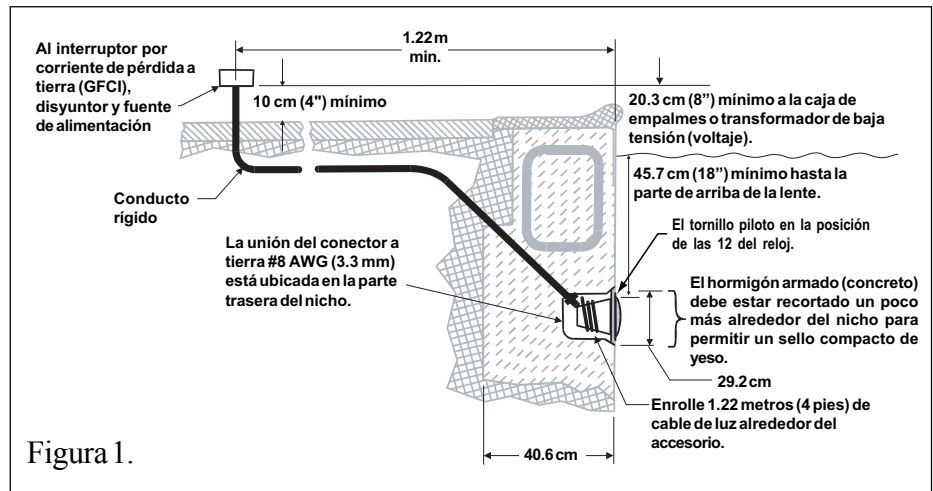

Figura 1.
A. Los siguientes pasos de preparación tienen que haberse completado por el electricista antes de instalar el accesorio para lámpara. (Vea la figura 1 abajo.)
- b. La caja de empalmes (o, para los modelos de 12 voltios, el transformador de baja tensión) esté colocada por lo menos a 20.3 centímetros (8 pulgadas) arriba del nivel de tierra y por lo menos a 1.22 m (48 pulgadas) de distancia del borde de la piscina. (Vea la figura 1 abajo.)
- d. El nicho en húmedo debe estar correctamente instalado de manera que el tornillo piloto se encuentre en la posición de las 12 del reloj y que el borde superior del lente de la lámpara subacuática se encuentre a un mínimo de 45.7 cm (18 pulgadas) por debajo de la superficie del agua en la piscina. (Vea la figura 1, abajo.)
- e. El nicho mojado está unido eléctricamente en la forma correcta y conectado a tierra a través del conector a tierra Núm. 8 AWG (3.3 mm) ubicado en la parte trasera del nicho. (Vea la figura 1.)
1. Pase el cordón a través del conducto hasta la caja de empalmes, dejando por lo menos 1.22 metros (4 pies) de cordón o cable en el accesorio para lámpara para enrollarlo en la misma lámpara. (Vea la figura 1.) Este metro veintidós centímetros (4 pies) de cordón alrededor del accesorio de la lámpara le permitirá darle servicio a dicha lámpara después de que se llene de agua la piscina.
- b. La caja de empalmes (o, para los modelos de 12 voltios, el transformador de baja tensión) debe estar por lo menos a 20.3 centímetros (8 pulgadas) arriba del nivel de tierra y por lo menos a 1.22 m (48 pulgadas) de distancia del borde de la piscina. (Vea la figura 1 abajo.)
- e. El nicho mojado está unido eléctricamente en la forma correcta y conectado a tierra a través del conector a tierra Núm. 8 AWG ubicado en la parte trasera del nicho. (Vea la figura 1.)
5. Deje por lo menos 1.22 metros (4 pies) de cordón o cable alrededor del accesorio de la lámpara. (Vea la figura 1.) Este metro veintidós centímetros (4 pies) de cordón enrollado alrededor del accesorio de la lámpara permitirá que se le dé servicio a la lámpara después de que se llene de agua la piscina.